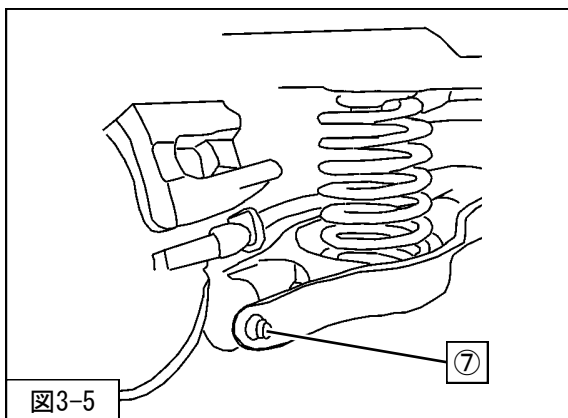

図3-5
を取外してください。（図3-5）
8. スプリングを車両から取外してください。（図3-5）